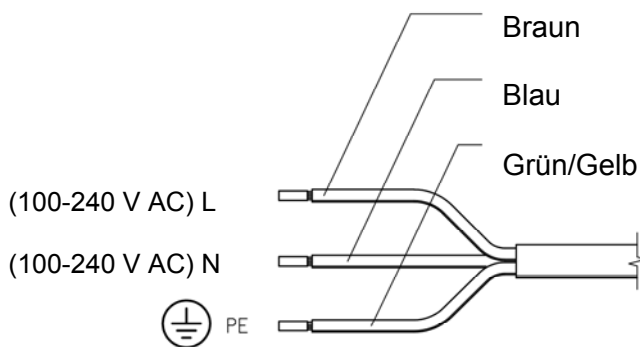

Abbildung 5: Anschlusskabel MPM
- Schließen Sie das Anschlusskabel an den Netzanschluss an, oder montieren Sie einen Stecker. Siehe Abbildung 5.